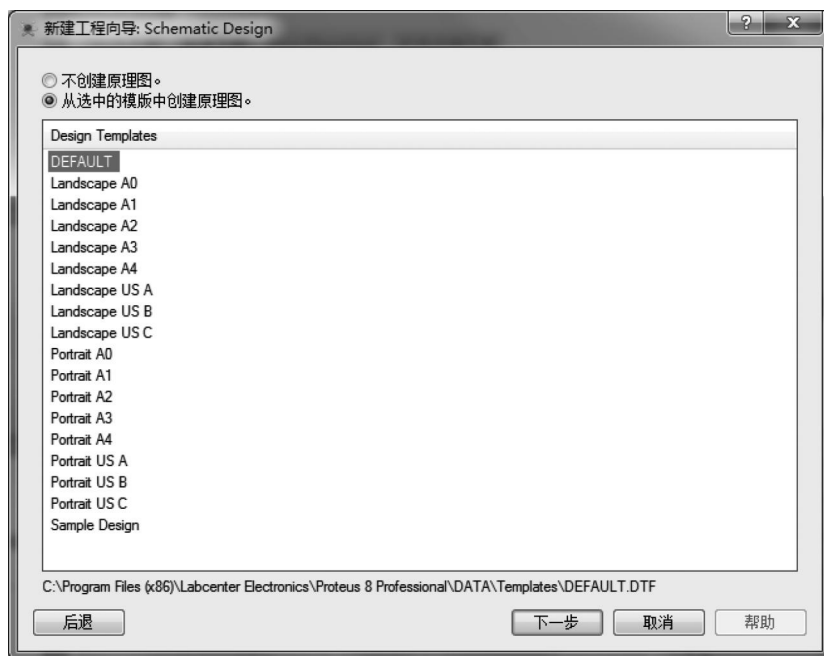

图 1-2-4 新建项目向导：原理图设计
理图设计)窗口，选择“从选中的模版中创建原理图”，并在列表中选择“DEFAULT”选项，如图 1-2-4 所示。
(3)在图 1-2-4 中，单击“下一步”按钮，弹出“新建工程向导：PCB Layout”(设计)窗口，选择“不创建 PCB 布版设计”选项，如图 1-2-5 所示。